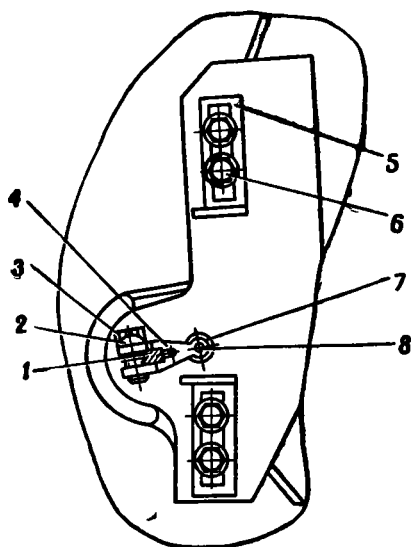

Рис. 28. Упоры ограждения пушки:
Упоры 5 (рис. 28) на ограждении пушки должны включать ограничитель углов в момент начала тормозной зоны. Контакты переключателя ограничителя углов должны срабатывать при движении пушки в тормозной зоне в пределах угла порядка 3 тысячных от начала тормозной зоны.
3. В момент начала действия тормозной зоны, что определяется возрастанием усилия для перемещения пушки, остановить пушку и по боковому уровню заметить угол снижения. Затем к рычагу 4 (рис. 28) ограничителя углов подвести упор 5, упор довернуть до момента срабатывания микрокнопки ограничителя углов (послышится легкий щелчок).